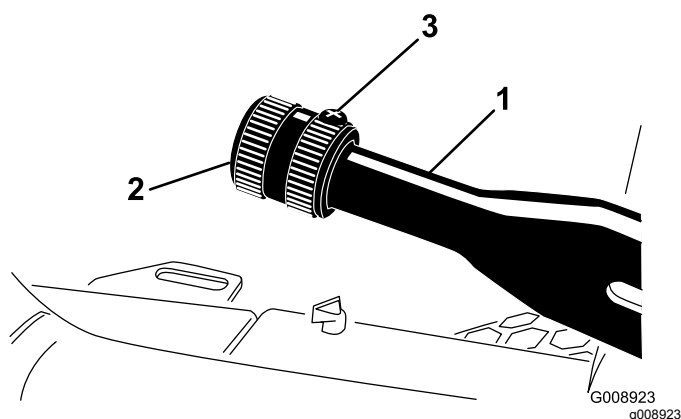

Figura 70
1. Afloje el tornillo de fijación que sujeta el pomo a la palanca del freno de estacionamiento (Figura 70).